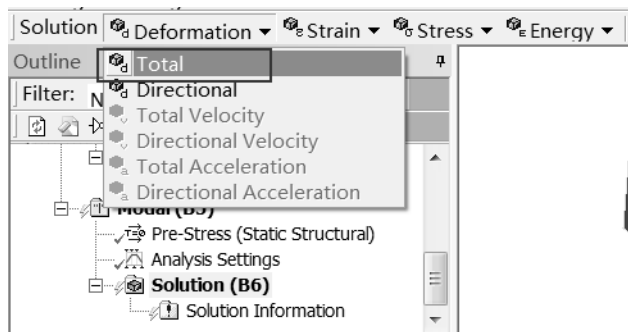

图 6-56 添加变形选项
Step1: 选择 Solution (B6) 工具栏中的 Deformation (变形) Total 命令, 如图 6-56 所示, 此时, 在分析树中会出现 Total Deformation (总变形) 选项。